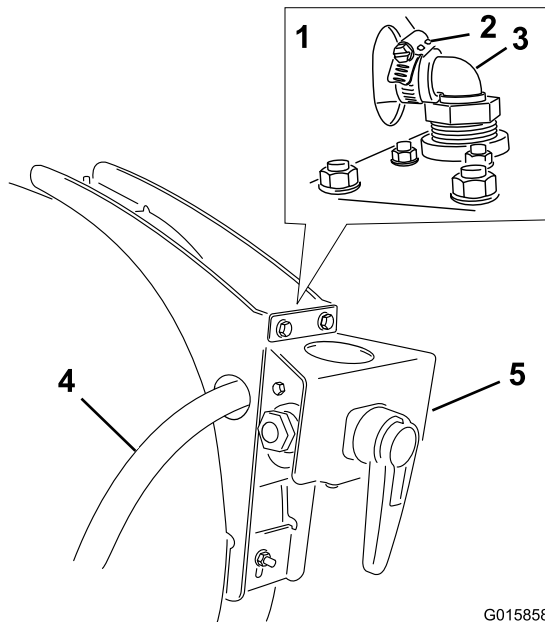

Bild 25
4. Klemmen Sie das Schlauchende auf das gezahnte 90°-Anschlussstück am Vierwegeventil (Bild 25).
2. Bauen Sie den Spülpumpenfilter zwischen den offenen Enden der Schläuche ein, die von der Pumpe und zu den Spüldüsen verlaufen (Abbildung 25).